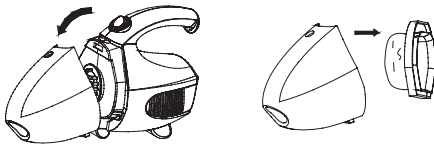

Рис. 8
2. Нажмите на кнопку фиксации (2) и отсоедините пылесборник (Рис. 8).